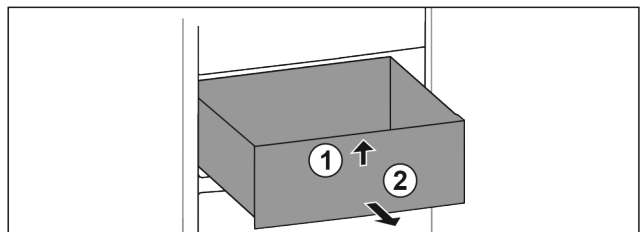

Fig. 28
- ▶ Lade aan de voorkant optillen. Fig. 28 (1)
- ▶ Lade naar voren toe verwijderen. Fig. 28 (2)